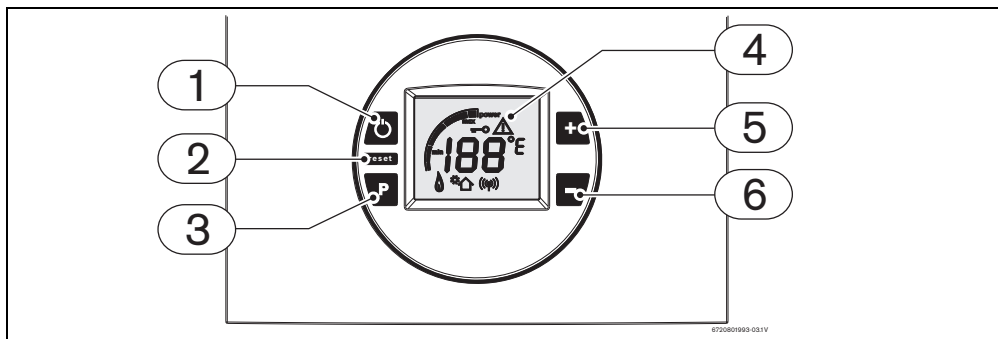

Fig. 4
Premere l'interruttore principale (Fig. 4 , pos. 1) in posizione di funzionamento (vedere anche capitolo 4.3), in questo modo l'apparecchio è pronto a funzionare.
Disattivare lo scaldabagno, Fig. 4, pos. 1 (OFF).
- ▶ Premere e mantenere premuto il tasto "P" di programmazione (Fig. 4, pos. 3), premere l'interruttore principale, Fig. 4, pos. 1 (ON).
- ▶ Premere l'interruttore principale, fig. 4, pos. 1 (OFF).